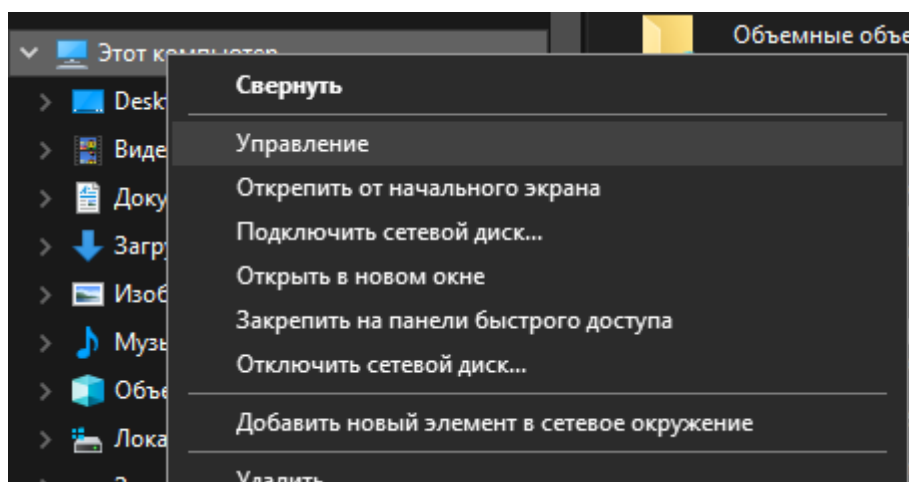
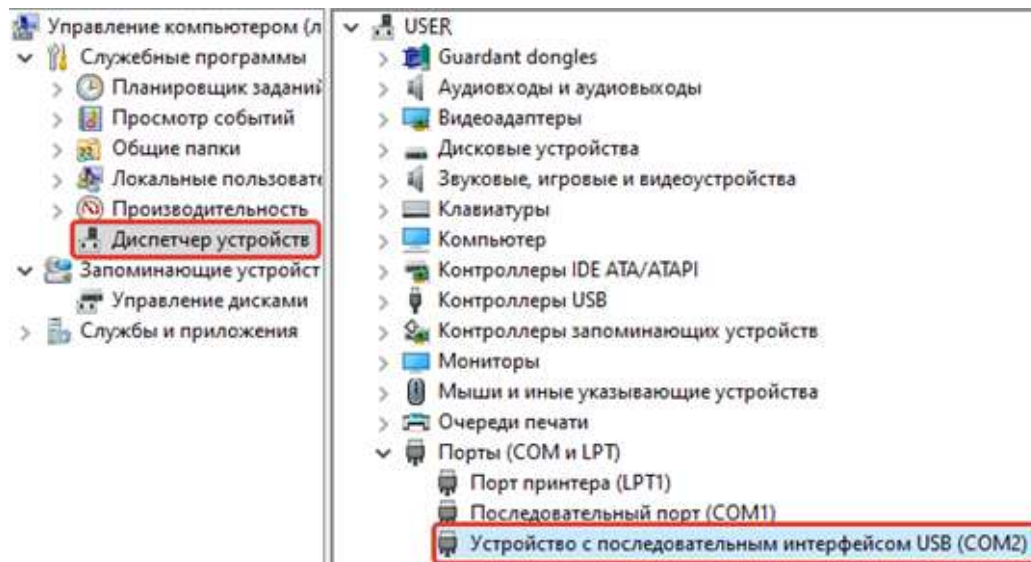

Рисунок 3 – Пункт «Управление» во вкладке «Этот компьютер»
Рисунок 4 – ПЛК в списке COM-портов
3. Проверить появление COM-порта в Диспетчере устройств ПК. Для этого зайти в «Проводник», правой кнопкой мыши нажать на «Этот компьютер» и выбрать пункт «Управление» (см. рисунок 3). В открывшемся окне нажать на пункт «Диспетчер устройств», а затем найти в нем пункт «Порты (COM и LPT)» и щелкнуть по символу «>» рядом с его названием. В открывшемся списке отобразится COM-порт подключенного устройства (см. рисунок 4). Если ПЛК не определился в операционной системе ПК виртуальным COM-портом, нужно установить драйверы на ПК и/или заменить кабель (кабели) и повторить подключение.